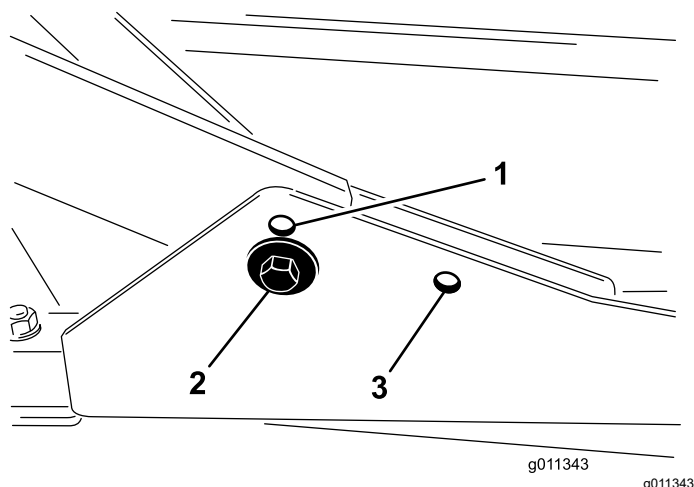

Рисунок 9
- Для высоты скашивания в диапазоне от 2,0 до 7,6 см передние несущие рамы следует закрепить в нижних передних монтажных отверстиях (Рисунок 9).
- Для высоты скашивания в диапазоне от 6,3 до 10 см передние несущие рамы следует закрепить в верхних передних монтажных отверстиях (Рисунок 9).
Закрепите задний режущий блок в задних монтажных отверстиях для любой высоты скашивания (Рисунок 9).